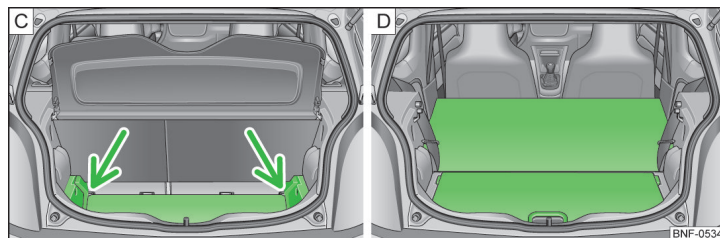

Fig. 71 Ampliar maletero: hacia abajo/hacia delante
- Levante el piso de carga e introdúzcalo en las ranuras » fig. 71 - **C**.